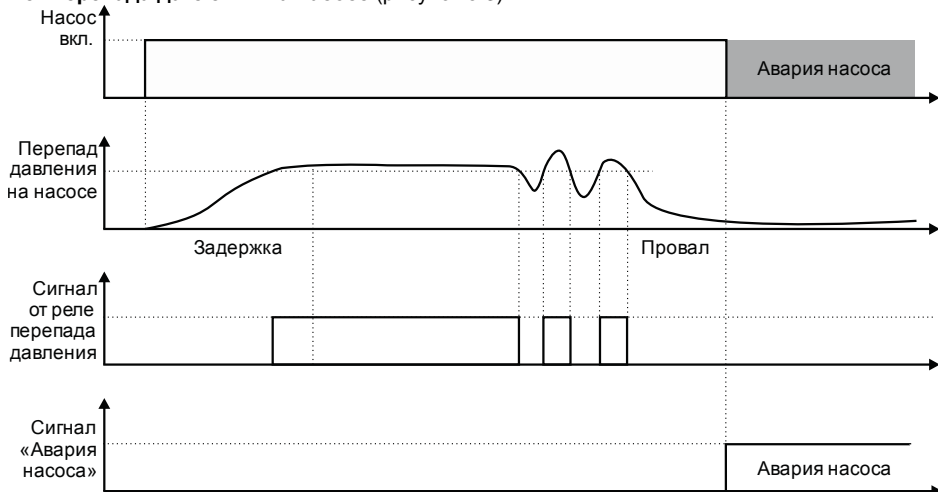

Рисунок 3.3 – Обработка сигнала от датчика перепада давления ($\Delta P1/\Delta P2$)
1) Нет перепада давления на насосе (рисунок 3.3)